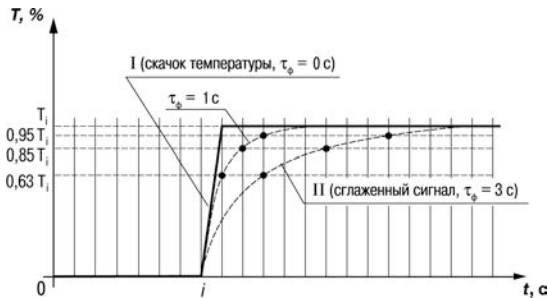

Рисунок 3.5
3.1.4.4.3 Цифровой фильтр устраняет шумовые составляющие сигнала, осуществляя его экспоненциальное сглаживание. Основной характеристикой экспоненциального фильтра является τ_ϕ – постоянная времени цифрового фильтра, параметр $\bar{\tau}_\phi F$ – интервал, в течение которого сигнал достигает 0,63 от значения каждого измерения T_i (рисунок 3.5).